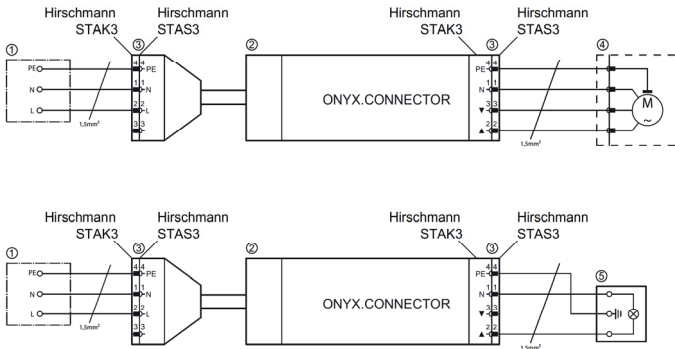
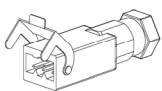
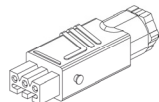

Abb. 2: Anschlussplan Jalousie-, Rollladen-, Markisenmotor, Beleuchtung
Abb. 3: Stecker STAS 3 mit Bügel
Abb. 4: Kupplung STAK 3
2. Anschluss der Stromversorgung laut Abb. 2.
Über den angebrachten Hirschmann-Stecker STAS 3 wird ONYX.CONNECTOR mit dem Stromnetz verbunden. Sollte das bauseitige Anschlusskabel nicht über eine Hirschmann-Kupplung STAK 3 (Abb. 4) verfügen, muss diese nachträglich montiert werden. Beachten Sie dabei bitte die Anschlussbelegung lt. Abb. 1 und Abb. 2.
Der Motor / die Beleuchtung wird direkt über die Hirschmann-Steckverbindung mit dem ONYX.CONNECTOR zusammengesteckt. Sollte der Motor / die Beleuchtung nicht über einen STAS 3 Stecker (Abb. 3) verfügen, muss dieser nachträglich auf das Anschlusskabel montiert werden. Beachten Sie dabei bitte die Anschlussbelegung lt. Abb. 1 und Abb. 2.